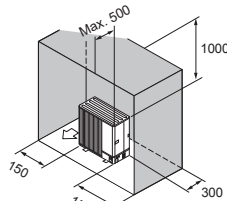

Fig. 2-14
- (6) Obstructions ou surfaces non dégagées à l'arrière, sur les côtés et au-dessus uniquement (Fig. 2-14)